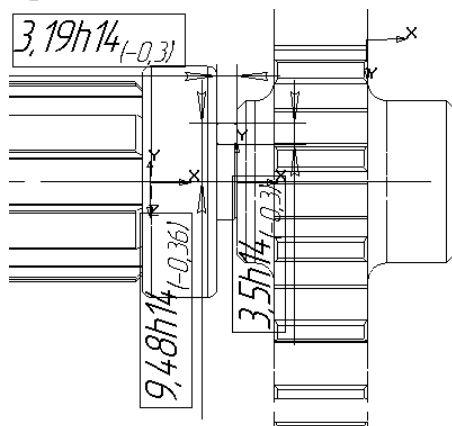

Рисунок 5.2 – Створення ескізу втулки
9. Створіть ескіз деталі «Втулка», враховуючи її посадочне місце і контури деталей складання рис. 5.2.